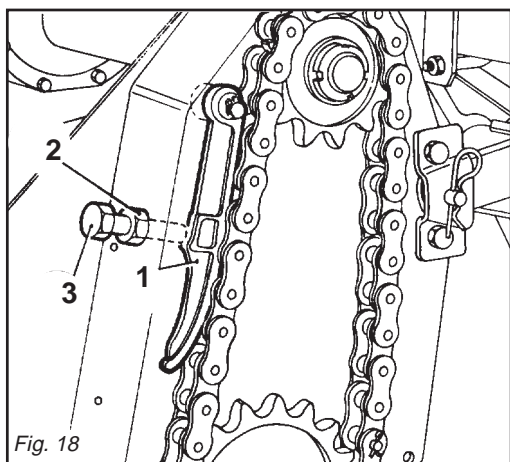

Fig. 18
La tensione della catena di trasmissione è regolata dal tendicatena (1 Fig. 18). In caso di gioco eccessivo, riscontrabile da rumorosità e vibrazioni, svitare il dado di bloccaggio (2 Fig. 18), avvitare in senso orario la vite (3 Fig. 18) fino a quando il tendicatena ha spinto la catena in tensione. Riserrare quindi il dado di bloccaggio trattenendo con una seconda chiave la vite di registro.
*A special mechanical chain stretcher regulates the tension of the drive chain (1 Fig. 18). If there is too much play, then you must loosen lock nut (2 Fig. 18) and tighten screw (3 Fig. 18) as much as necessary. Then retighten lock nut which locks the adjustment screw in place.*
Die Spannung der Antriebskette wird mechanisch vom jeweiligen Kettenspanner reguliert (1 Abb. 18). Sollte sie zu viel Spiel haben, die Gegenmutter losschrauben (2 Abb. 18) und die Schraube (3 Abb. 18) soweit wie notwendig anziehen. Die Gegenmutter wieder festziehen und so die Stellschraube blockieren.
*La tension de la chaîne de transmission est réglée mécaniquement par un tendeur (1 Fig. 18). S'il y a un jeu excessif, dévisser le contre-écrou (2 Fig. 18) et visser la vis (3 Fig. 18) autant qu'il faut. Revisse le contre-écrou en bloquant la vis de réglage.*
La tensión de la cadena de transmisión se ajusta mecánicamente por medio de su apropiado tensor de cadena (1 Fig. 18). Si hay demasiado juego, aflójese la contratuerca (2 Fig. 18) y ciérrase el tornillo cuanto se necesite (3 Fig. 18). Vuélvase luego a cerrar la contratuerca así que el tornillo de ajuste quede fijado.